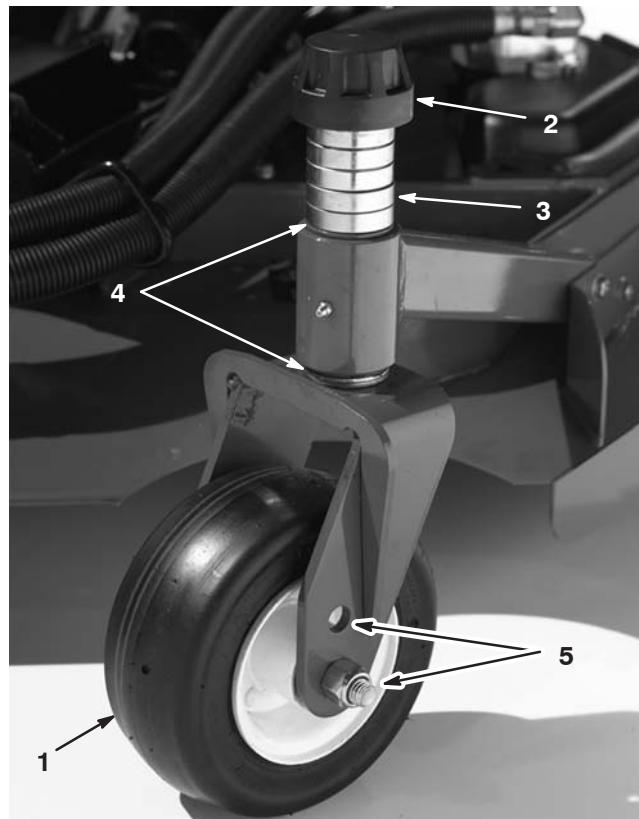
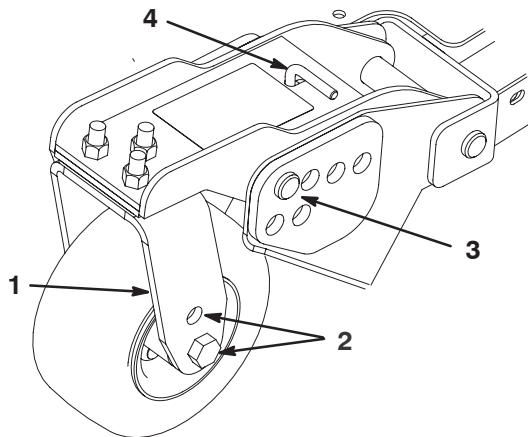
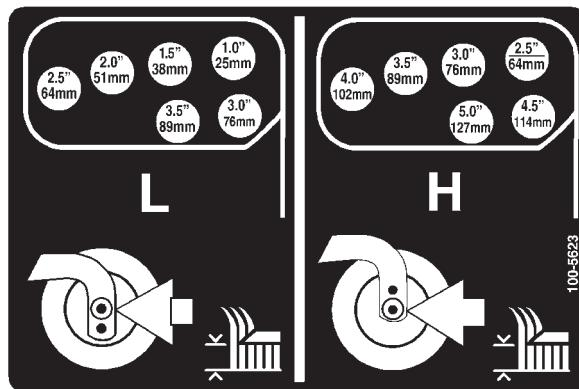

Bild 14
Bild 16
Bild 17
1. Stecken Sie die Laufradachsen in allen Gabeln in die gleichen Löcher (Bild 14 und Bild 16). Siehe die nachstehende Tabelle, um das richtige Loch für die jeweilige Einstellung festzustellen.
2. Entfernen Sie die Spannkappe von der Spindelwelle (Bild 14) und schieben die Spindel aus dem Laufradarm. Ziehen Sie zwei Beilagscheiben (3 mm) so auf die Spindelwelle, wie sie ursprünglich montiert waren. Diese Beilagscheiben sind erforderlich, um alle Mähwerke über die Breite auf ein Niveau zu bringen. Ziehen Sie die erforderliche Anzahl von 13-mm-Distanzstücken (siehe die nachstehende Tabelle) auf die Spindelwelle, um die gewünschte Schnitthöhe herbeizuführen; ziehen Sie dann die Scheibe auf die Welle auf.
4. Entfernen Sie den Splint und den Lastösenbolzen von den Laufradgelenkkästen (Bild 16).
5. Drehen Sie die Spannstange, um den Gelenkarm anzuheben oder abzusenken, bis die Löcher mit den ausgewählten Schnitthöheneinstellhalterungslöchern im Mähwerkrahmen flüchtig sind (Bild 16 und Bild 17).